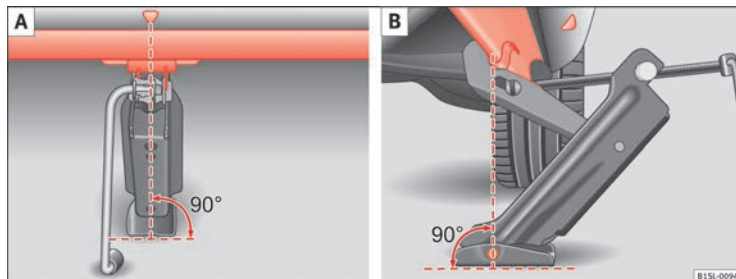

Abb. 147 Wagenheber hinten an der linken Fahrzeug-
7. Sicherstellen, dass der Wagenheberfuß mit der ganzen Fläche sicher auf dem Boden steht und sich der Wagenheberfuß lotrecht genau unter dem Aufnahmepunkt ⇒ **Abb. 147** befindet.
8. Den Wagenheber ausrichten und gleichzeitig die Wagenheberklaue weiter hochkurbeln, bis die Klaue den Steg unter dem Fahrzeug ⇒ **Abb. 147** umfasst.
- Wagenheber nur an den beschriebenen Stellen ansetzen. Die Klaue des Wagenhebers muss den Steg des Unterholms sicher umfassen ⇒ **Abb. 147**.